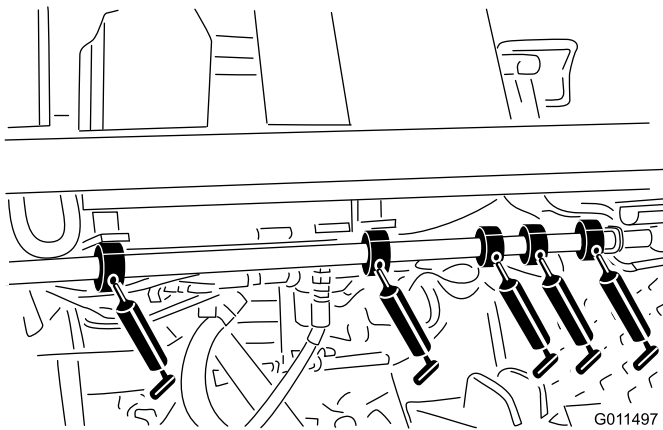

Bild 36
- Bremsstangen-Drehlager (5) (Bild 36)